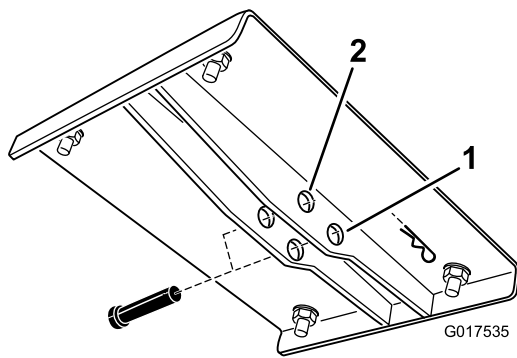

図 6
7. 上昇降ブラケットについている 2 組の穴を探し出す (図 6)。ガソリン・ディーゼル車両用の穴を選択すること。